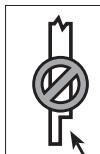

fig. 2
Étape 2 : Installez les poteaux avant de fixer les gîrons de marche. Des poteaux de 10,2 cm x 10,2 cm (4 po x 4 po) en cèdre ou en pin traité offrent une résistance structurale à la rampe d'escalier. La longueur de chaque poteau est égale à la largeur du limon + l'épaisseur du giron de marche + la hauteur de la rampe d'escalier + l'espacement pour le capuchon de poteau. **Important : N'entaillez pas les poteaux de rampe de 10,2 cm x 10,2 cm (4 po x 4 po).** Cela diminuerait la résistance du poteau et pourrait provoquer l'effondrement de la rampe ou l'endommager (Figure 2).